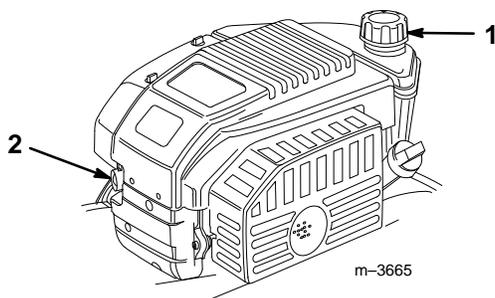

Figure 10
2. Nettoyer tout autour du bouchon du réservoir d'essence (Fig. 10).
3. Retirer le bouchon du réservoir d'essence (Fig. 10).
2. Pousser trois fois sur l'amorceur, à 2 secondes d'intervalle (Fig. 10).